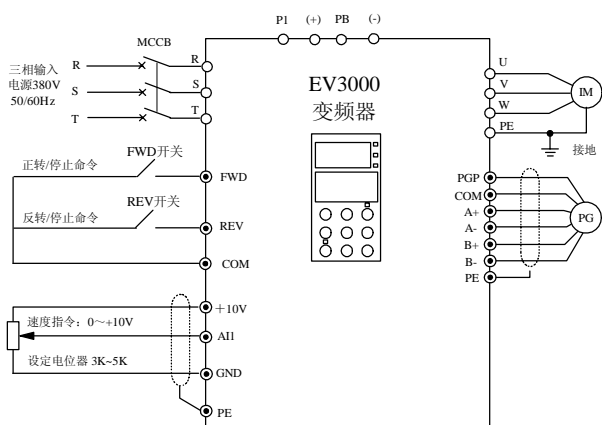

图 4-18 基本运行配线图 3
1) 按图 4-18 配线, 检查接线正确后, 合上 MCCB 开关, 变频器上电;